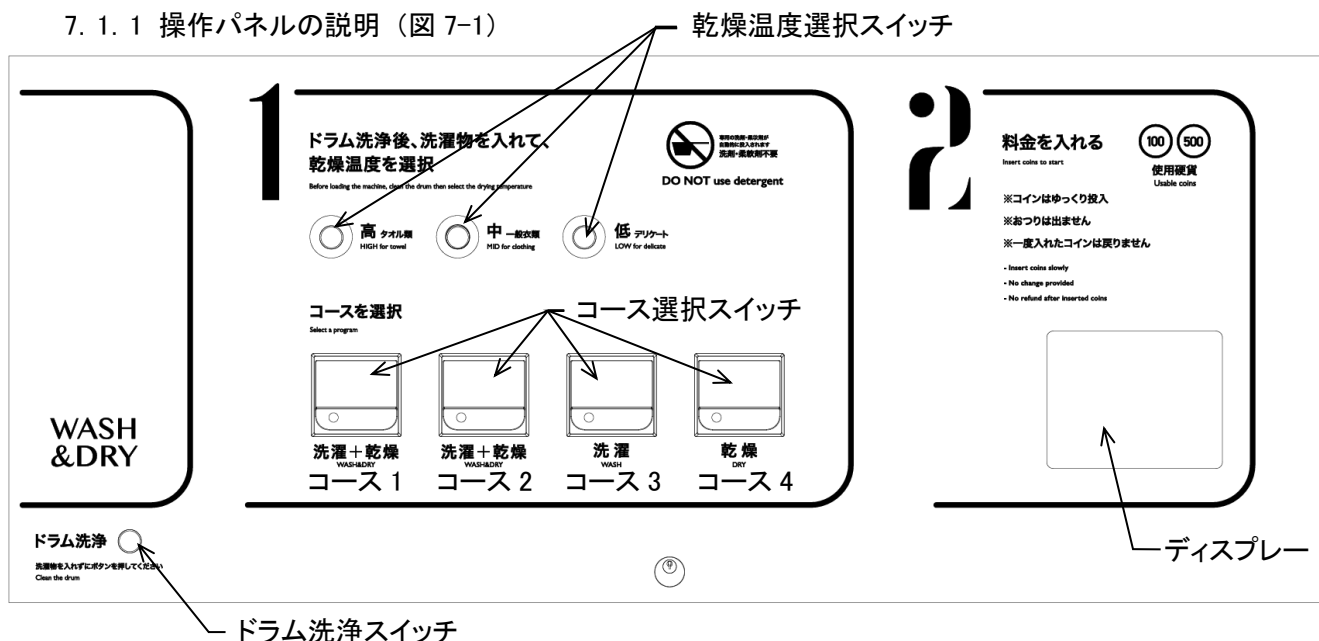

図 7-1
#### 7. 1. 1 操作パネルの説明（図 7-1）
- 2) コース選択スイッチを押し、コースを選択します。（図 7-1）